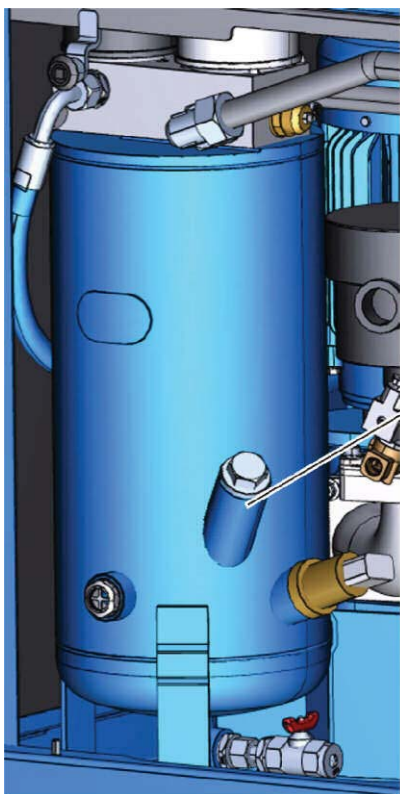

Рис. 37: Заливной штуцер
8. При помощи воронки залейте охлаждающую жидкость до уровня приблизительно на 2 см ниже кромки заливной горловины (Рис. 37/1).